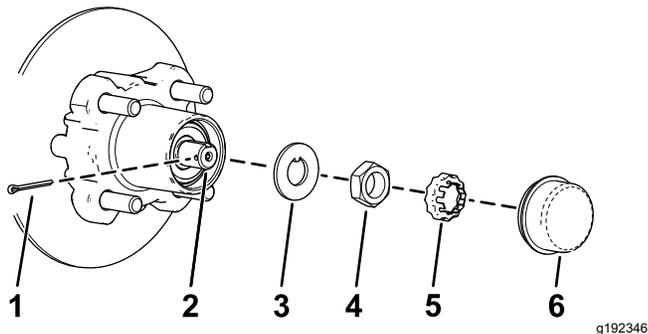
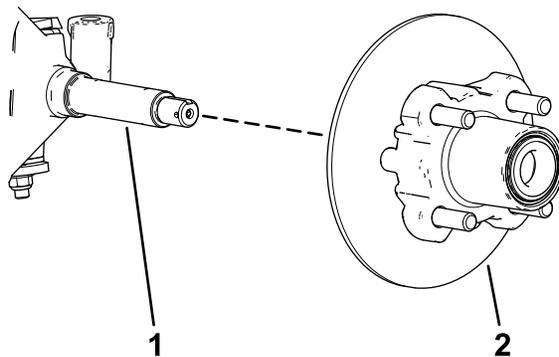

図 30
図 31
4. ハブからダストキャップを取る 図 30。
5. スピンドルとスピンドルナットから、コッターピンとナットリテーナを外す 図 30。
6. スピンドルからスピンドルナットを外し、スピンドルからハブローラアセンブリを取り出す 図 30 と 図 31。